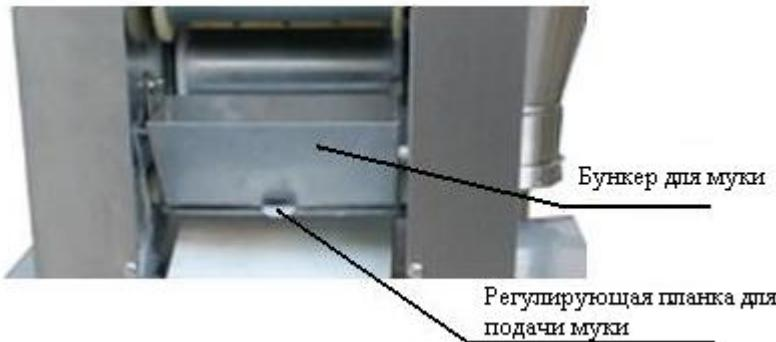

Рис. 7
- Вставить готовый фарш в фарше воронку, включить выключатель подачи фарша, отрегулируйте скорость подачи фарша до минимума. Наблюдайте за расходом фарша и его распределению по тесто трубке. При помощи регулировки добейтесь плавного и равномерного распространения и наполнения тесто-трубки фаршем. (а) Заполнить бункер подсыпки сухой муки (рис. 7) нажать кнопку запуска подачи муки. Запустите систему подачи теста. Следите за толщиной выходящего теста.
- (а) После того, когда пельмени без фарша соответствуют требованиям 17 пользователя, включить выключатель подачи фарша, поворачивать кнопку для регулировки скорости подачи фарша (см. Рис.7), чтобы достигло до требующего пользователем объема фарша.